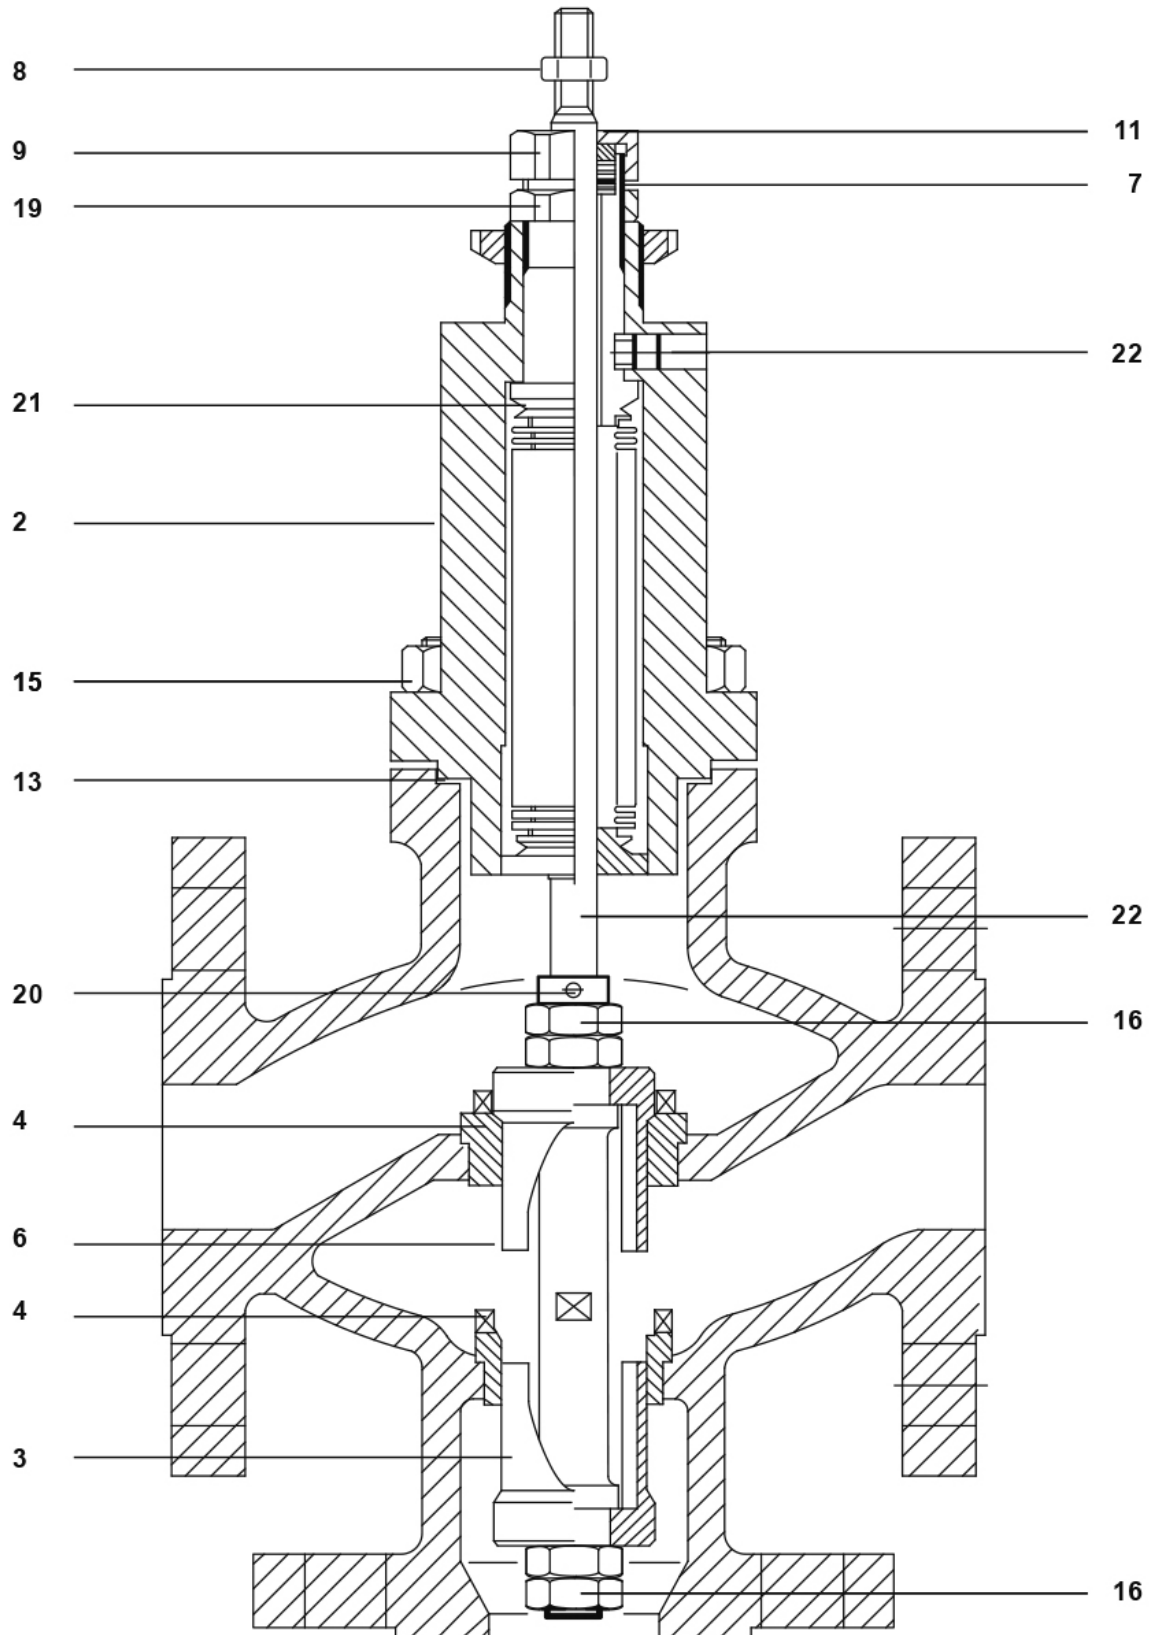

Fig. 12 - Vanne par répartition
4.3.3 Procédure pour le remplacement du clapet, des sièges et du soufflet sur les vannes de répartition (se référer à la Fig. 12)